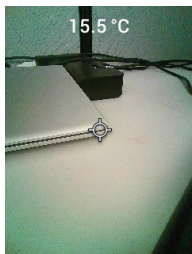

**Figure 4.2** Pointeur laser avec bordure circulaire indiquant le point de mesure de la température
4. Utilisez le pointeur laser pour cibler précisément un point. Appuyez sur le bouton Pointeur laser pour activer le pointeur laser. Le pointeur laser de la caméra comprend un point circulaire indiquant la zone de surveillance de la température, à l'aide de la technologie DOE (éléments optiques diffractifs). Voir la **Figure 4.2** ci-dessous pour l'exemple d'image du pointeur laser. Si le faisceau laser n'apparaît pas lorsque vous appuyez sur le bouton, vérifiez que le pointeur laser est activé dans le système de menus (sous *Configuration du périphérique*).